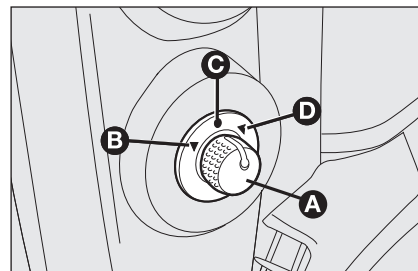

fig. 32
- ☐ kies met de keuzeschakelaar **A**-fig. 32 de gewenste spiegel (rechts of links);